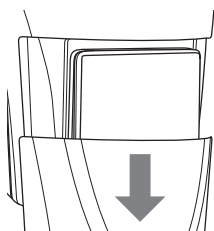

Abb. 1
- ♦ Schieben Sie die Schutzabdeckung **11** nach unten und nehmen Sie sie ab (siehe Abb. 1).